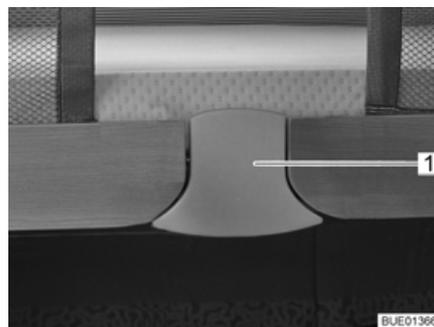

Bild 118 Entriegelung
- Entriegelungsplatte (Bild 118,1) unten herausziehen. Die Verriegelung ist gelöst.